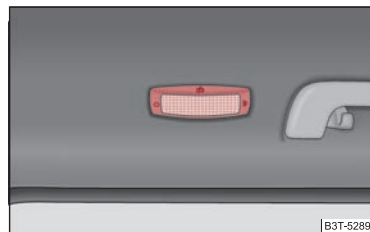

Fig. 56 Escotadura del revestimiento interior del techo: Luces de lectura trasera
- Presione el cristal cobertor en la zona del símbolo  ⇒ fig. 56.